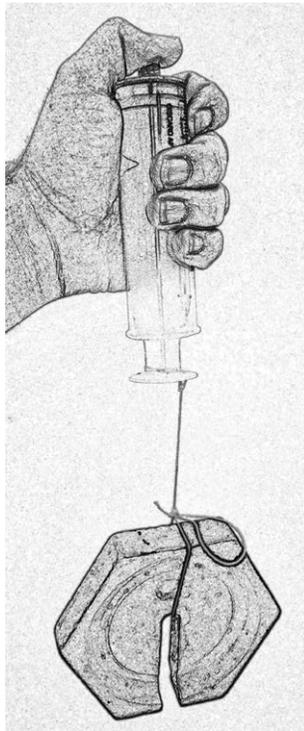

Figura 3.1 Montaje para calcular la presión atmosférica
1. Sostenga la jeringa en forma vertical y cuelgue el plato portapesas, como se observa en la figura 3.1.